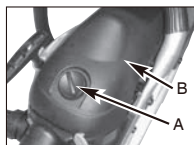

Fig. 15A
1. Rimuovere la manopola (A) di fissaggio del coperchio del filtro dell'aria, rimuovere la copertura superiore (B) allentando le viti di fissaggio della copertura. È così possibile rimuovere la copertura. (Fig. 15A)